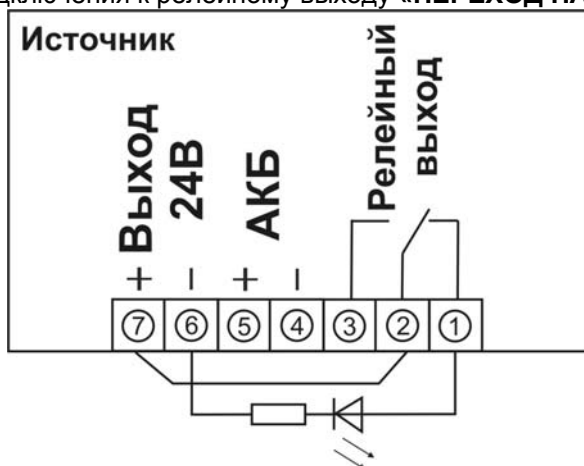

Рис.5
- подключить при необходимости подводящие провода к информационному релейному выходу «**переход на резерв**» рис.5 (см. приложение);
- **при подключении цепи дистанционного контроля за состоянием источника, убедиться, что индикатор «Переход на резерв» светится рис.5 (см. приложение).**